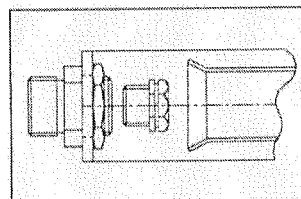

fig.6
5. sostituire l'iniettore principale usando una chiave fissa Ch 13 (vedi fig. 6)
4. sostituire l'iniettore principale usando una chiave fissa Ch 13 (vedi fig. 6).